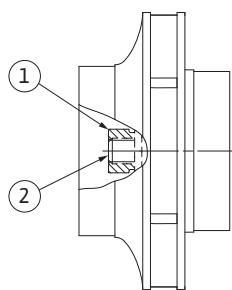

Fig. 55: Skovlmutterens korrekte posisjon etter montering
29. Hold fast akselen (se arbeidstrinn 24), og stram til skovlmutteren med det foreskrevne tiltrekkingssmomentet (se tabell "Tabell 11: Skruetiltrekkingsmomenter" på side 52). Mutteren (Fig. 55, pos. 1) må flukte med akselenden (Fig. 55, pos. 2) med ca. 0,5 mm. Hvis så ikke er tilfelle, må mutrene løsnes og arbeidstrinn 25–29 foretas på nytt.